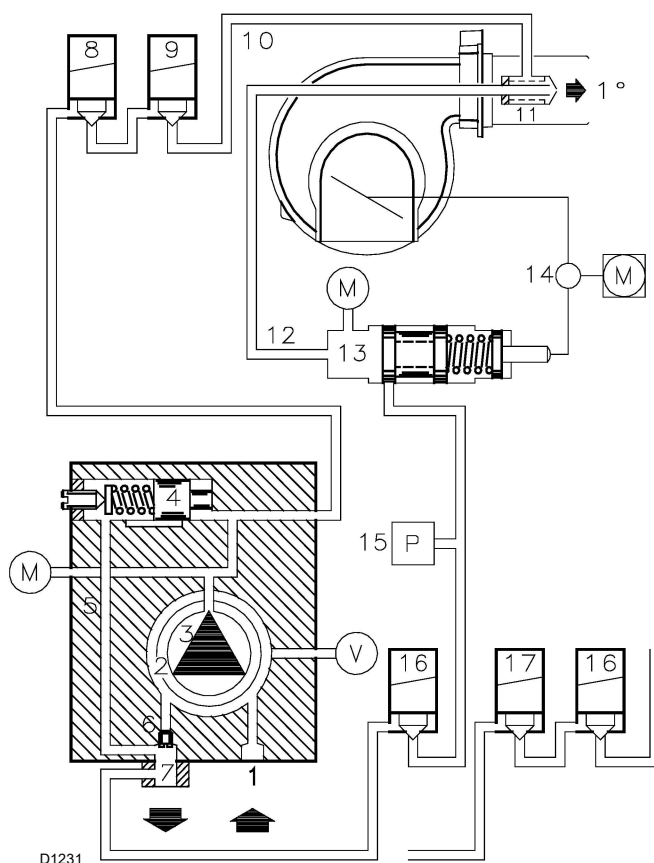

Fig. 29
Están instaladas en el quemador con el by-pass cerrado por el tornillo 6)(Fig. 29).
- La bomba 3)(Fig. 29) aspira el combustible del depósito a través del conducto 1) y lo empuja bajo presión a la alimentación.
Leyenda (Fig. 29)